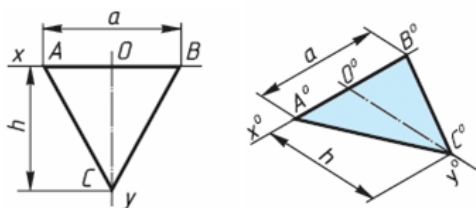

Рис. 74. Построение треугольника
**Треугольник.** Симметрично точке  $O^0$  (рис. 74) по оси  $x^0$  откладывают отрезки  $C^0A^0$  и  $O^0E^0$ , равные половине стороны треугольника, а по оси  $y^0$  - его высоту  $O^0C^0$ . Полученные точки  $A^0$ ,  $B^0$  и  $C^0$  соединяют отрезками прямых.